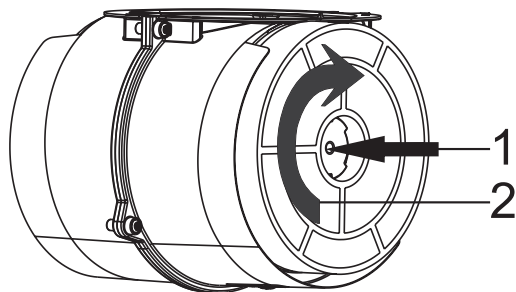

Fig. 4: FILTRO DE CARBONO
1. Coloque o filtro de carbono no aparelho. Fig. 4
2. Rodando o filtro de carbono no sentido dos ponteiros do relógio, certifique-se de que está completamente encaixado. Fig.4
3. Coloque o filtro de carbono em seu aparelho. Fig. 4
4. Girando o filtro de carbono no sentido horário, assegure-se de que esteja completamente em forma. Fig. 4